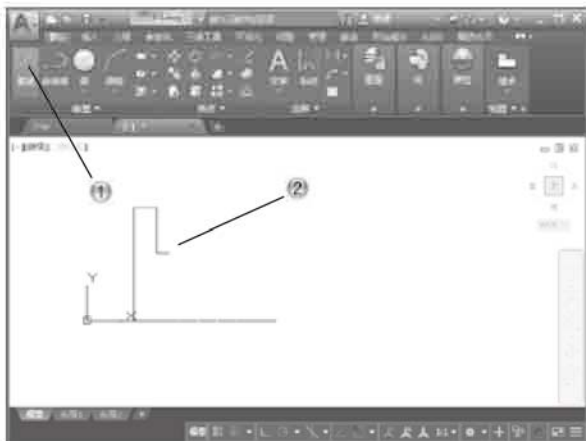
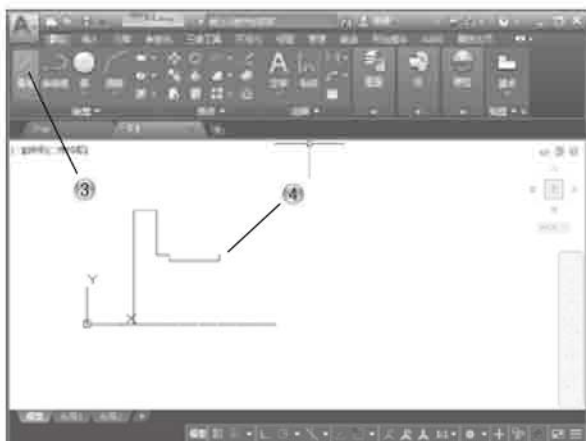

图 5-73
图 5-74
- ① 单击【绘图】面板中的【直线】按钮, 如图 5-73 所示。
- ② 在绘图区绘制长度分别为 14、4 的直线。
- ③ 单击【绘图】面板中的【直线】按钮, 如图 5-74 所示。
- ④ 在绘图区绘制长度分别为 2、16、2 的直线。